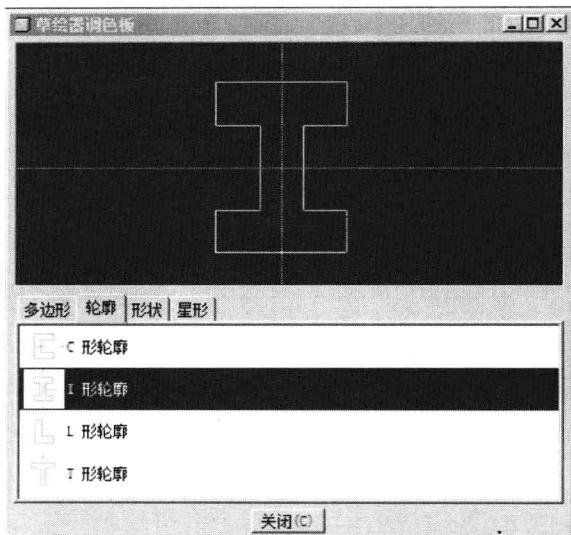

图 1-10 草绘调色板
(6) 在草绘器下提供了常用的草绘截面, 如工字、L 形、T 形截面, 并且可以根据客户需要自定义截面进行保存, 以便将来使用, 大大提高了草绘截面的效率, 如图 1-10 所示。